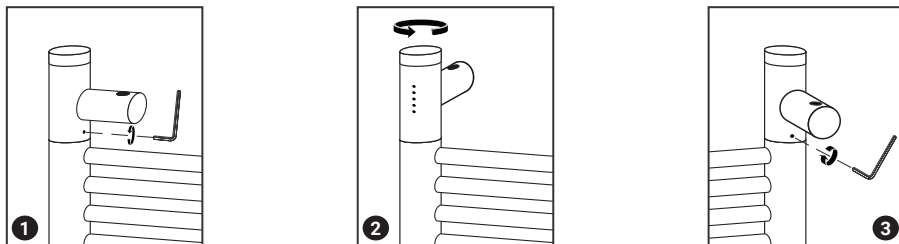

Рис.1
**ВНИМАНИЕ!** Многофункциональный электрический модуль «МЭМ» находится в транспортировочном положении. Перед установкой с помощью ключа ШГ№2,5 ослабляем винт без голографической пломбы (рис.1 «1»), поворачиваем корпус модуля розеткой скрытого подключения к стене (рис.1 «2»), затягиваем винт (рис.1 «3»). Изделие готово к установке.